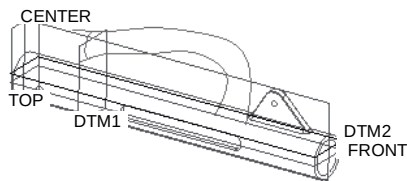

图 8.9.19 创建基准平面 DTM2
(1) 创建图 8.9.19 所示的基准平面 DTM2。单击**模型**功能选项卡**基准**区域中的“平面”按钮**平面**,选取 FRONT 基准平面为参考平面,偏移值为 8.0,单击对话框中的**确定**按钮。